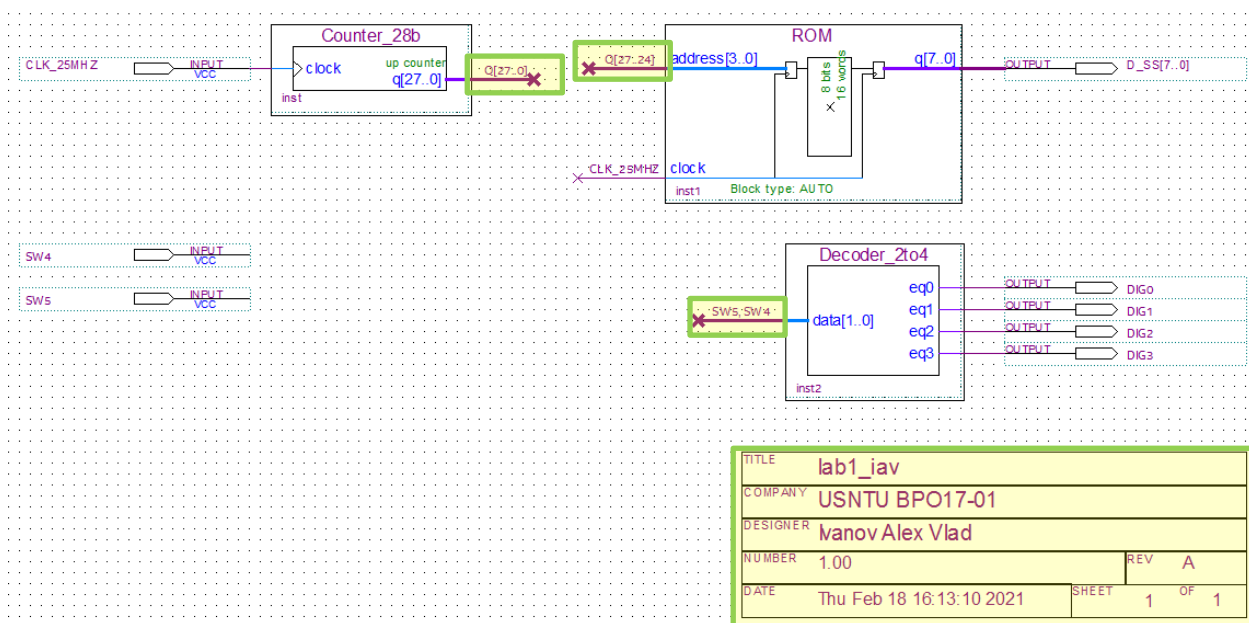
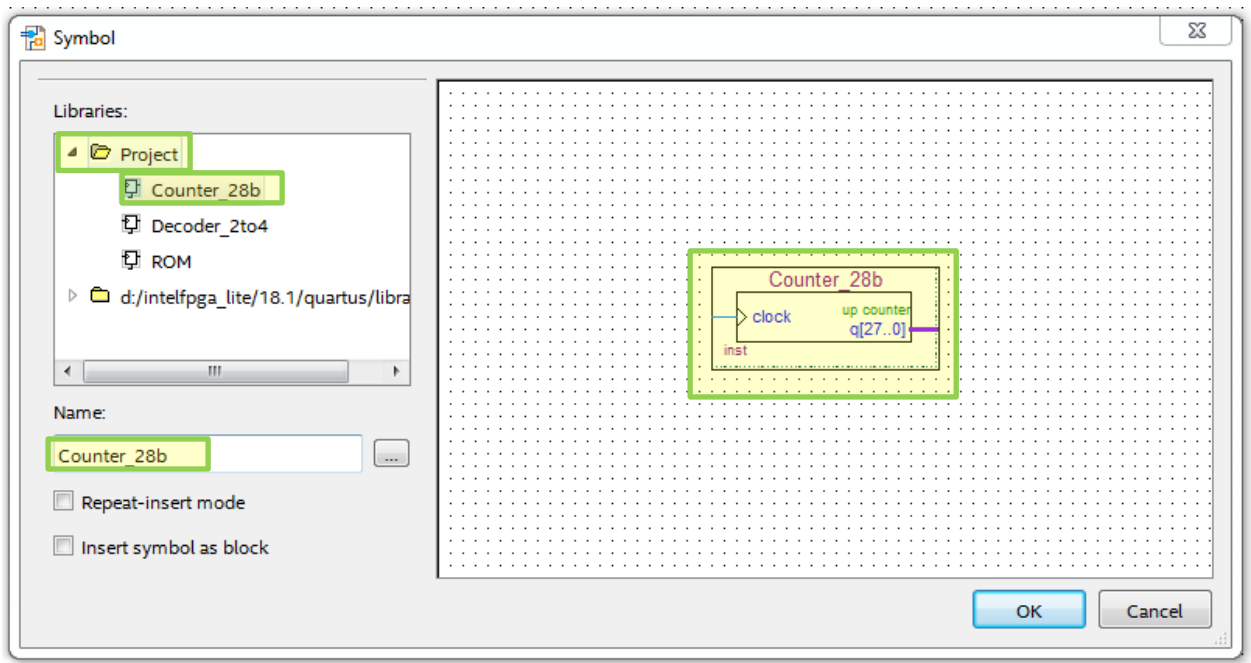

Рис. 26 Схема проекта lab1_iav
Рис. 27 Папка **Project** в библиотеке элементов
5.3. Нарисуйте схему проекта (рис. 26). Инструменты для создания схемы и работа с ними описаны в документе «Практическое занятие 1_v1». Доступ к созданным экземплярам компонентов из IP catalog-a осуществляется через автоматически создаваемую папку **Project** в библиотеке элементов (рис. 27). Будьте внимательны при указании диапазона номеров в шинных сигналах **Q[27..0]** на выходе счетчика **Counter_28b** и **Q[27..24]** на входе модуля памяти **ROM** и написании сигнала **SW5, SW4** на входе декодера **Decoder_2to4**. Выбирайте верхний регистр при именовании сигнала для лучшей читаемости схемы.